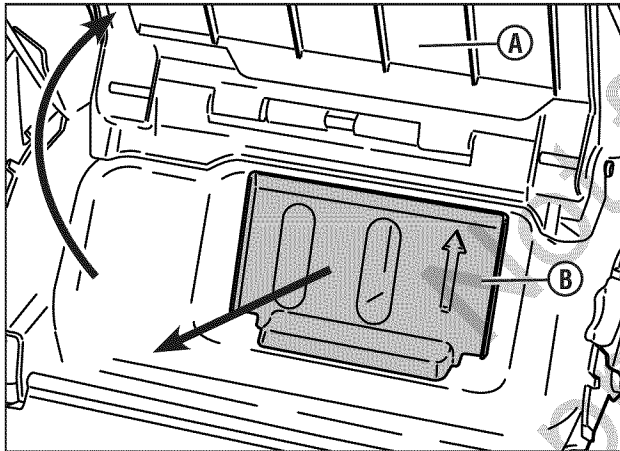

Figura 9: Extracción del tapón de cubrición
1. Levante la puerta de descarga posterior (**A**, **Figura 9**).